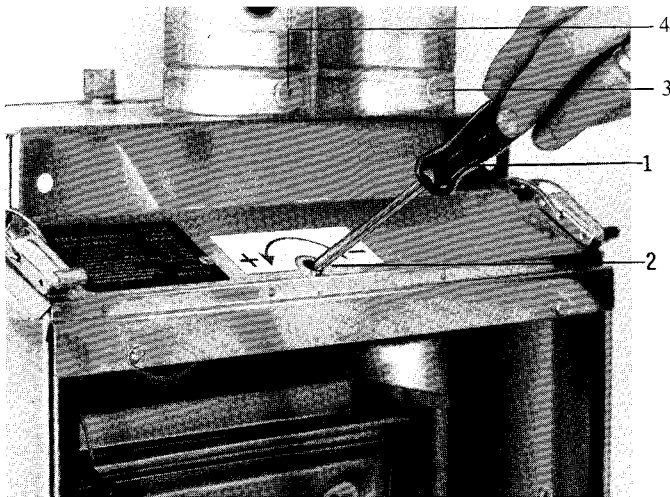
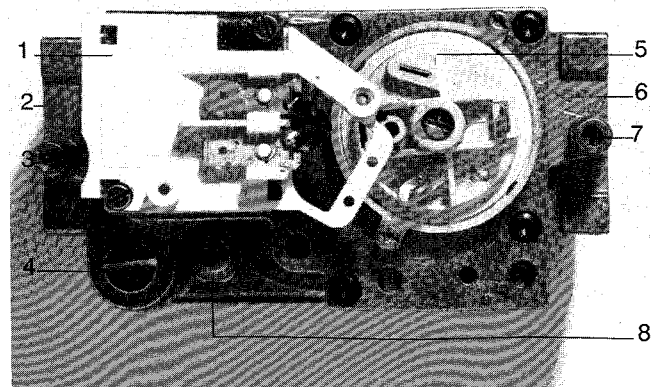

Bild 6: Luft-Leistungseinstellung des VR-K/B
Bild 8: Gas-Sicherheits- und Regelarmatur
10. Stopfen aus der Verschlussblende oberhalb der Frontscheibe (Bild 6, Pos. 2) entfernen, dahinter befindet sich die Einstellschraube für die Kompensationseinrichtung der Verbrennungsluft.
11. Kompensationseinrichtung mit Kreuzschlitz-Schraubendreher (Bild 6, Pos. 1) durch Drehen im Uhrzeigersinn (nach rechts) bis zum Anschlag schließen.
Weiter: Gasdruck an der Gas-Sicherheits- und Regelarmatur (Bild 8, Pos. 4) durch Drehen im Uhrzeigersinn (nach rechts) mit einem Schraubendreher erhöhen (ca. 2-3 volle Umdrehungen).
CO₂-Meßgerät am Abgasstutzen (Bild 6, Pos. 3) anschließen und CO₂-Wert kontrollieren. Liegt der abgelesene Wert unter oder über 9%, ist dieser mittels geringer Erhöhung oder Verringerung des Gasdurchsatzes (Bild 8, Pos. 4) unter Kontrolle des CO₂-wertes am Meßgerät zu korrigieren, bis der Wert von 9% erreicht ist.